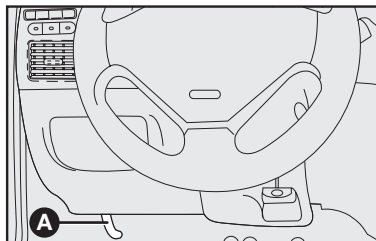

fig. 118
- 1) Tire de la palanca **A**-fig. 118;